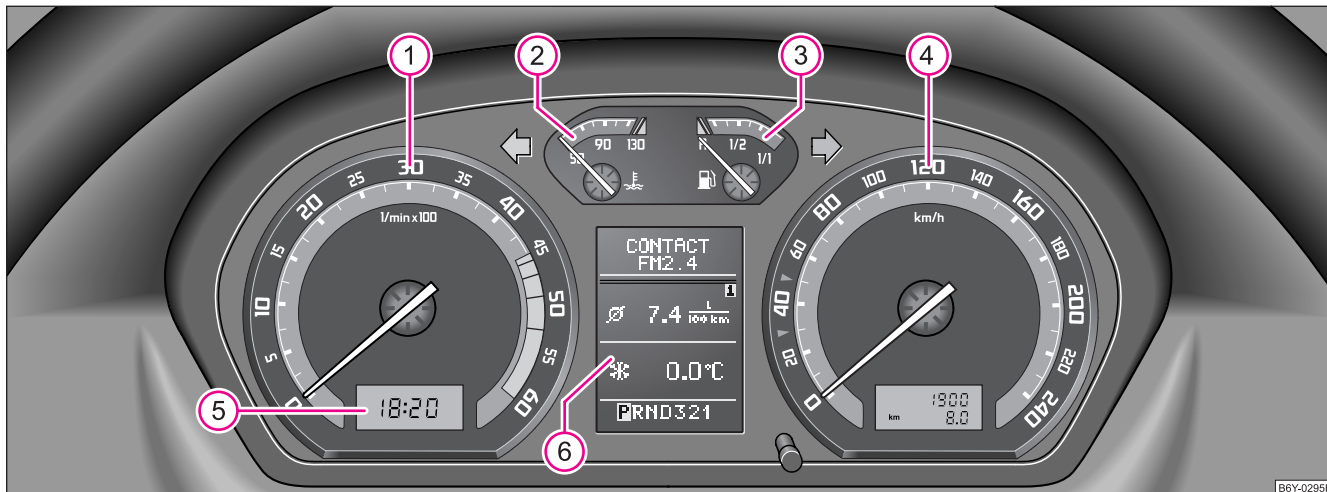

Abb. 2 Kombiinstrument
Der Beginn des roten Bereiches im Drehzahlmesser ① ⇒ Seite 12, Abb. 2 kennzeichnet für alle Gänge die maximal zulässige Motordrehzahl des eingefahrenen und betriebswarmen Motors. Vor Erreichen dieses Bereiches sollten Sie in den nächst höheren Gang schalten bzw. die Wählhebelstellung **D** des automatisches Getriebes wählen.
Die Kühlmitteltemperaturanzeige ② ⇒ Seite 12, Abb. 2 arbeitet nur bei eingeschalteter Zündung.
Die Kraftstoffvorratsanzeige ③ ⇒ Seite 12, Abb. 2 arbeitet nur bei eingeschalteter Zündung. ▶
Zum Einstellen der Uhrzeit ist links unten neben dem Geschwindigkeitsmesser ein Rückstellknopf angebracht → Seite 12, Abb. 2.